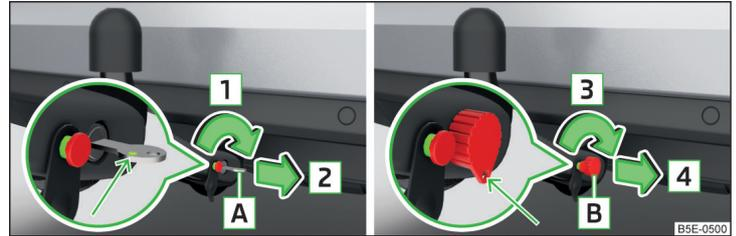

Abb. 190 Schloss verriegeln: Schlüsselvariante 1 / Schlüsselvariante 2
- Den Schlüssel **A** in Pfeilrichtung **1** drehen, sodass dessen grüne Markierung nach oben zeigt » Abb. 190.
- Den Schlüssel **B** in Pfeilrichtung **3** drehen, sodass die Schlüsselöse nach unten zeigt » Abb. 190.